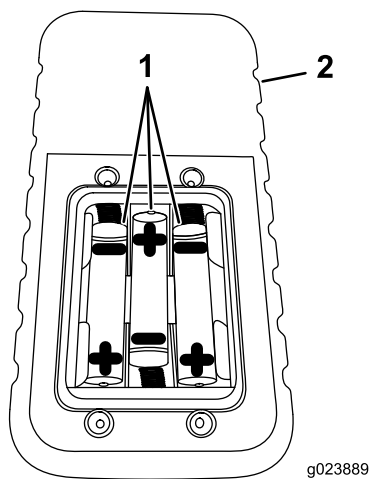

Рисунок 61
4. Установите три новых элемента питания типа ААА, расположив их так, как показано на Рисунок 61.